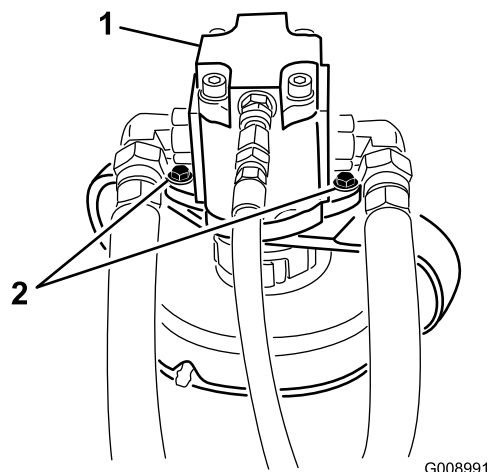

Figura 82
4. Retire los pernos que sujetan el motor hidráulico a la unidad de corte (Figura 82). Retire el motor de la unidad de corte y póngalo encima de la unidad de corte.
2. Retire los pernos que sujetan el motor hidráulico a la unidad de corte (Figura 82). Retire el motor de la unidad de corte y póngalo encima de la unidad de corte.